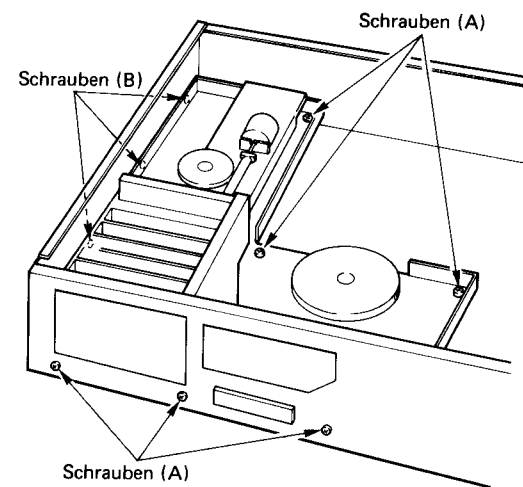

Abb. 4
Die sechs Schrauben (A) und drei Schrauben (B) entfernen; ebenfalls die verschiedenen Kabel von den entsprechenden Anschlußteilen abziehen. (Die Mechanismusaufbauplatte kann selbst dann entfernt werden, wenn sich das Cassettemagazin noch im Gerät befindet.) (Abb. 4)